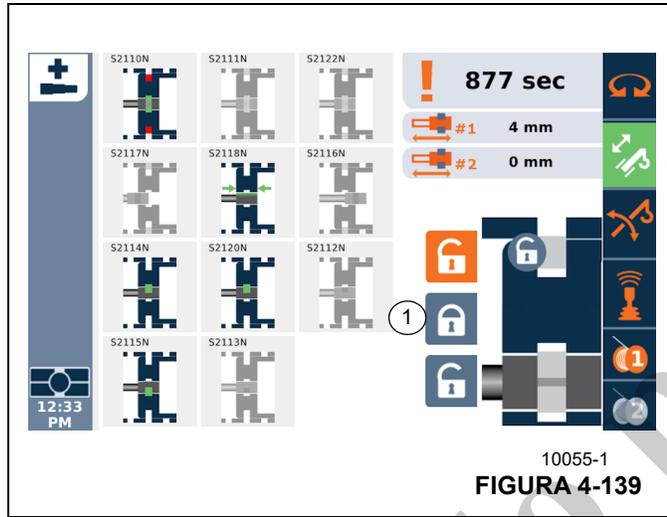

FIGURA 4-139
- Ahora seleccione y confirme el símbolo (1, Figura 4-139).
En ninguna circunstancia se debe seleccionar y pulsar el símbolo de bloqueo (1, Figura 4-139) cuando el cilindro telescópico esté en movimiento.